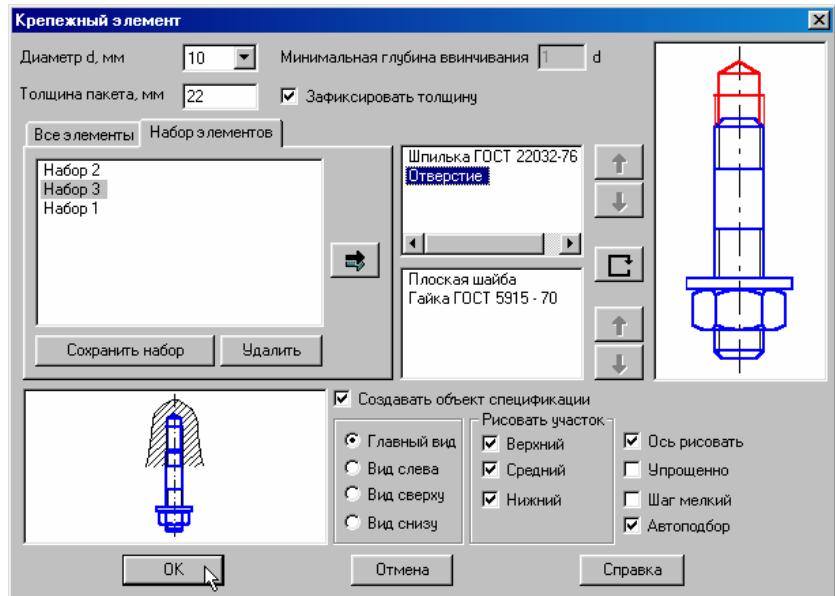
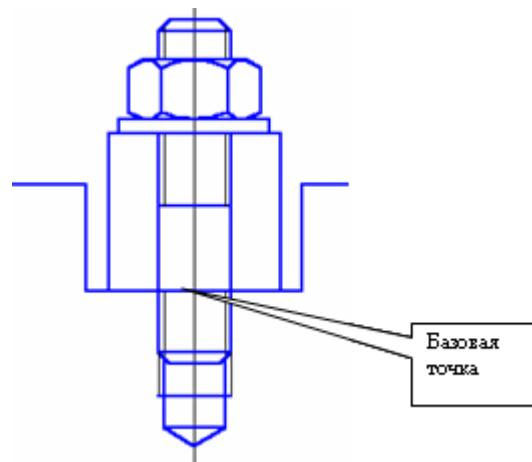

Рис. 17
Рис. 18.
5. Выполните шпилечное соединение. Выберите из конструкторской библиотеки **Крепежный элемент**. Появится окно с параметрами пакета, рис. 16. Активизируйте **Набор элементов**. Выберите набор шпилечного соединения. Выберите шпильку указанного стандарта (шпилька данного стандарта вворачивается в деталь, изготовленную из стали). Проставьте диаметр шпильки. Укажите толщину пакета (толщина верхней пластины). Для удаления вырыва (местного разреза) дважды щелкните на слове **Отверстие**, рис. 16. В открывшемся окне отключите флажок на **Создать вырыв**. Изображение отверстия изменится, рис. 17. Проставьте флажок на **Создать объект спецификации**. Установите шпилечное соединение по базовой точке, рис. 18, проставьте номера позиций, как Вы простили в случае болтового соединения.